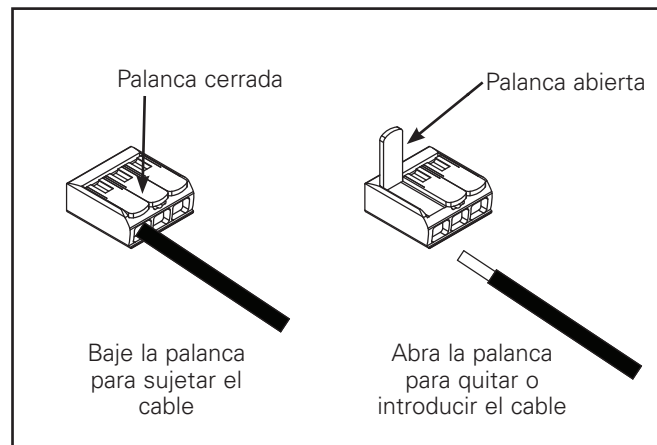

Figura 11
4. Conecte los cables conductores de suministro a los cables conductores de la caja de empalmes (línea, neutro y tierra) en el accesorio con los conectores de palanca. (Figura 11). Cerciérese de no dejar conductores desnudos por fuera de los conectores de palanca.
5. Levante la lengüeta naranja del conector para soltar el cable y ciérrelo para sujetar el cable en el lugar. (Figura 11).
1. Remueva el tornillo de la tubería de servicio (consulte la figura 11).